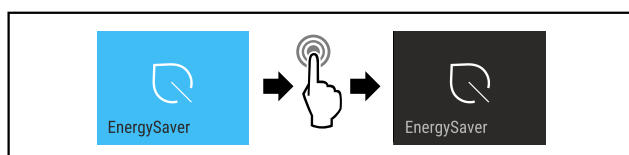

Fig. 15
- Proved'te akční kroky (viz Fig. 15) .